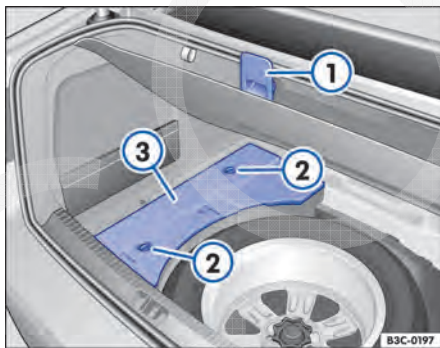

Fig. 227 No compartimento de bagagem, sob o revestimento do assoalho preso ①: roda sobressalente e cobertura ③ para ferramentas de bordo.
– Prender o revestimento do assoalho na borda superior do compartimento de bagagem ⇒ Fig. 227 ①.
– Girar o fecho rápido ② em 90° para retirar a cobertura ③ das ferramentas de bordo.